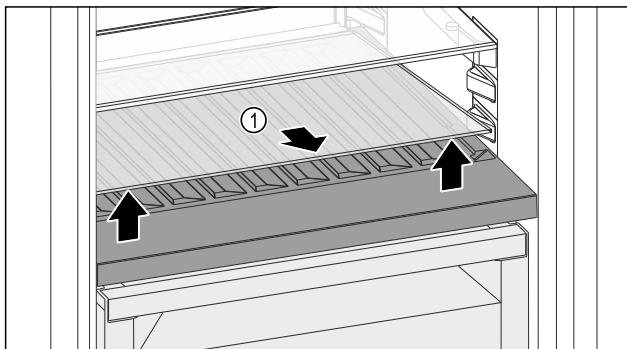

Fig. 149
- Glasplatte Fig. 149 (1) an der Aussparung vorne anheben und herausnehmen.
- Glasplatte Fig. 149 (1) außerhalb des Geräts sicher aufbewahren.